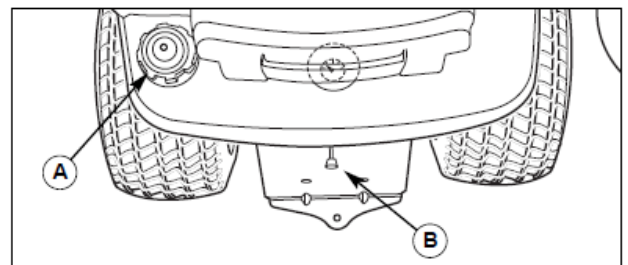

図4 トランスミッション リリース レバーと燃料タンク
1. 燃料キャップを外してください(図4のA)
2. トランスミッション開放レバー (図4のB) を押し込みながら下に下げて、リリース位置で固定します。